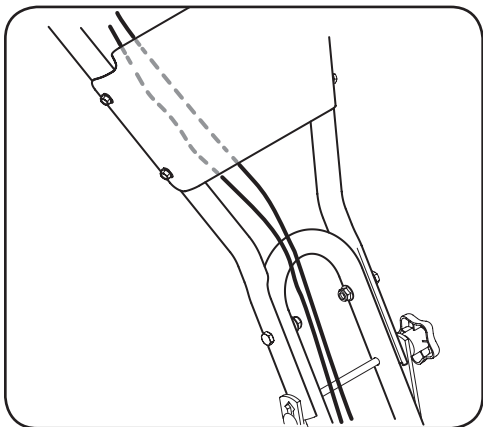

Figura 3-6
1. Desenvuelva con cuidado los cables de la posición de transporte. Para conectar los cables de embrague, alimente a los cables de la parte delantera del mango inferior derecha y detrás del panel del asa. Vea la Figura 3-6.